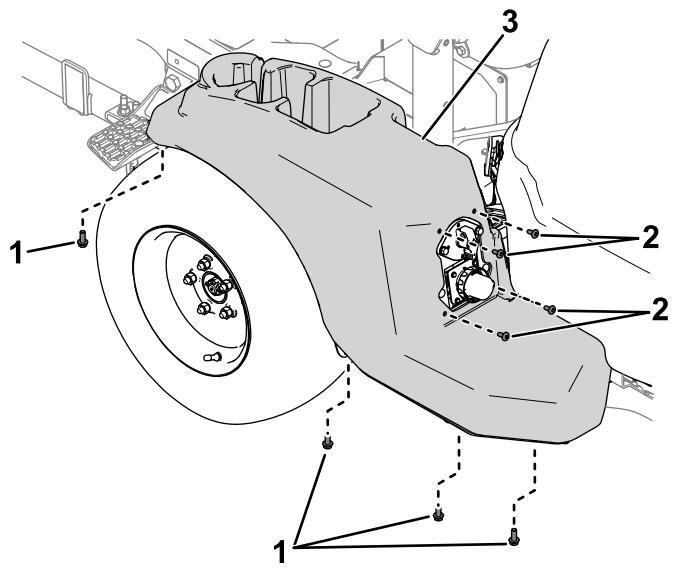

Figure 1
1. Retirez les boulons et les vis qui fixent le capot sur le côté gauche de la machine (Figure 1) et déposez le capot.